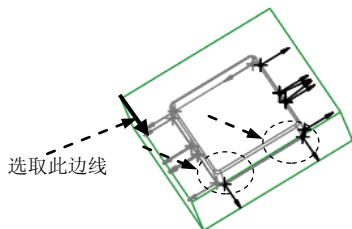

图 3.9 定义延伸点集（三）
① 在“延伸控制”对话框中单击 **添加** 按钮；按住 **Ctrl** 键，选取图 3.9 所示的两个点，然后单击“选择”对话框中的 **确定** 按钮；选择 **Done (完成)** 命令。
② 在系统弹出的 **GEN SEL DIR (一般选取方向)** 菜单中选择 **Crv/Edg/Axis (曲线/边/轴)** 命令，然后选取图 3.9 所示的边线；接受图 3.9 所示的箭头方向为延伸方向，选择 **Okay (确定)** 命令（若方向相反，应先单击 **Flip (反向)** 命令，再单击 **Okay (确定)** 命令）。
(5) 定义延伸点集 4。